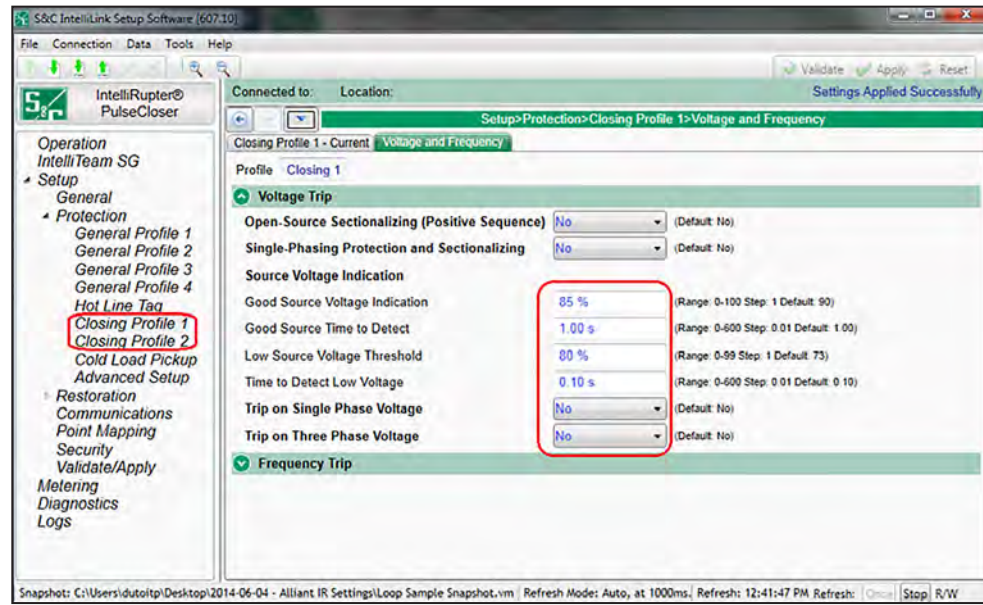

Figura 85. Tela Configurações>Proteção>Perfil de Fechamento 1>Tensão e Frequência>Trip de Tensão.
**PASSO 13.** Compatibilize os ajustes de **Indicação de Tensão** no modo **Perfil Geral** nos dois modos de **Perfil de Fechamento 1** e **Perfil de Fechamento 2**. Ver Figura 85 na página 170.